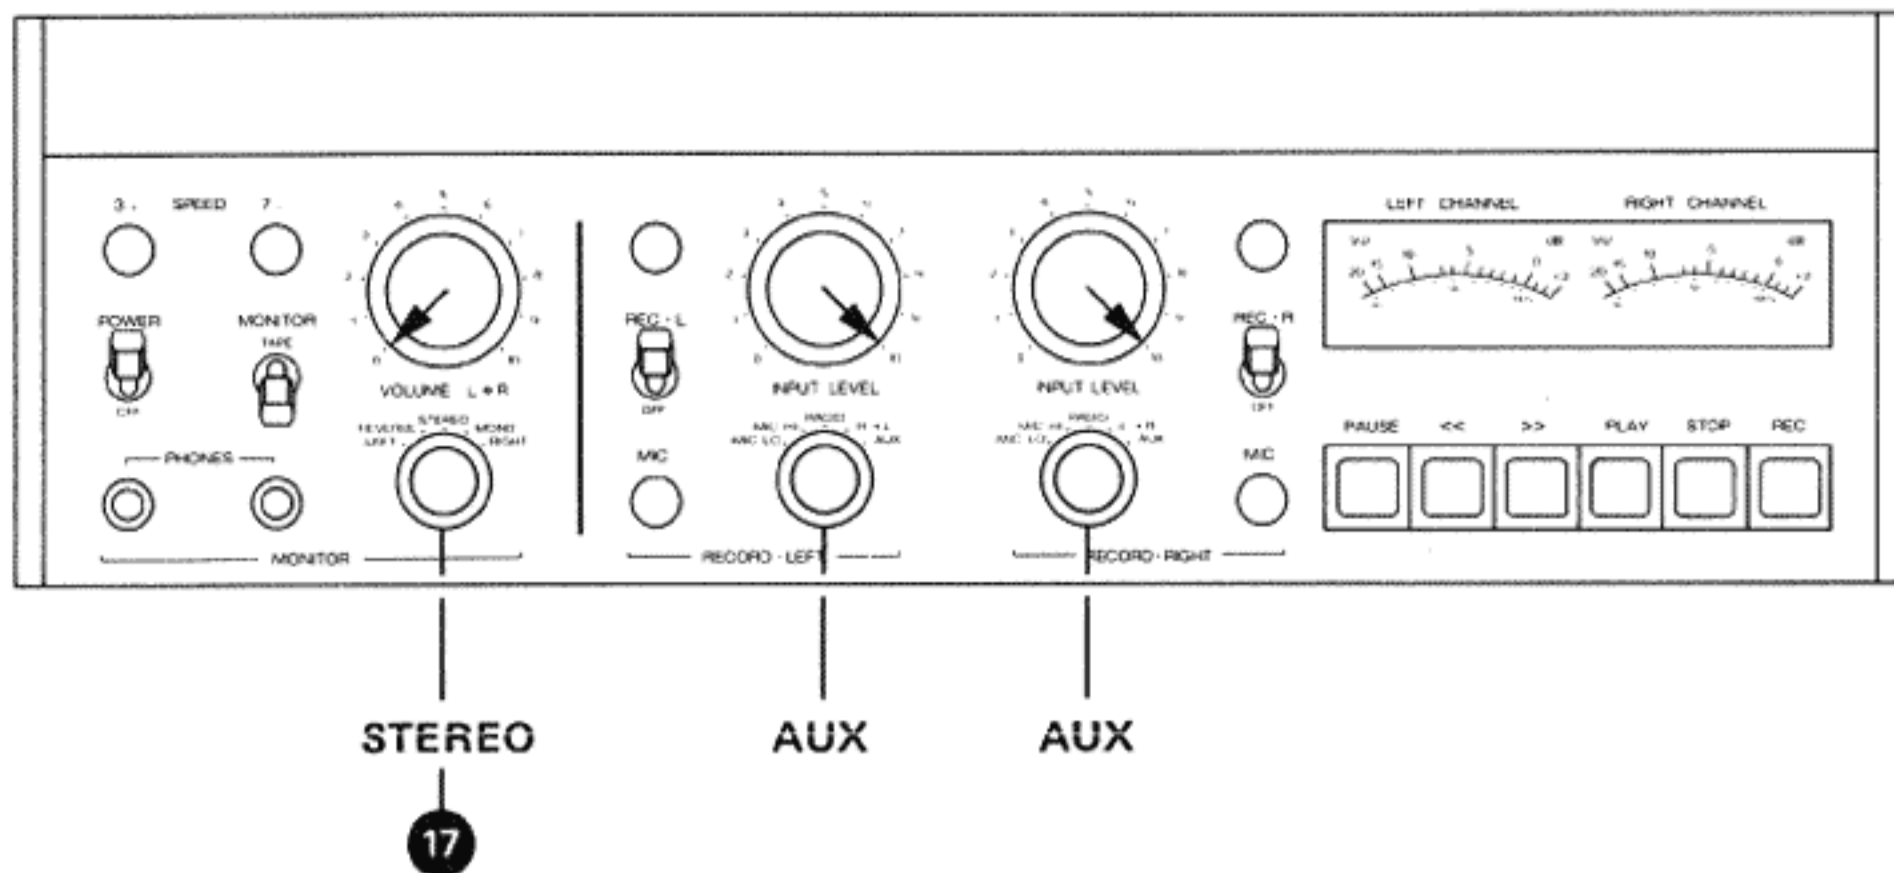

Fig. 6.4.-1
Alle Messwerte an OUTPUT (51) beziehen sich auf voll geöffnete Regler LEVEL (50) (Fig. 6.4.-1).
The signal levels specified for OUTPUT (51) are taken with the controls LEVEL (50) (fig. 6.4.-1) fully open.
Toutes les valeurs mesurées à la sortie OUTPUT (51) au réglage maximum des potentiomètres LEVEL (50) (fig. 6.4.-1).
- Bedienungselemente nach Fig. 6.4.-1 einstellen.
- NF-Millivoltmeter an Ausgang OUTPUT (51) anschliessen (Regler LEVEL (50) voll geöffnet).
- NF-Generator an Anschluss AUX INPUT (48) parallel anschliessen. Generatorpegel bei 1000 Hz so einstellen, dass sich am NF-Millivoltmeter eine Spannung von 0,775 V einstellt. Für diese Spannung wird ein Eingangspegel von ca. 20 mV benötigt.